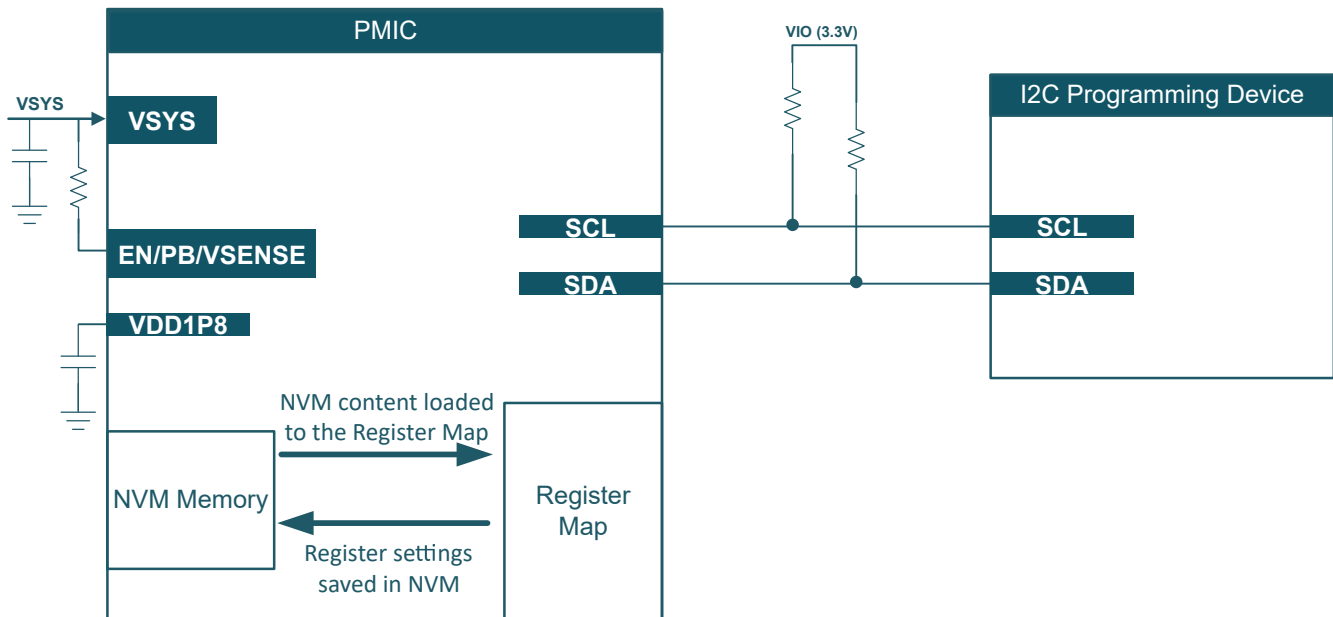

図 2-1. NVM プログラミングのハードウェア・セットアップ
PMIC には、レジスタ・マップ空間と NVM 空間の 2 つのメモリ空間があります。NVM の再プログラミングを行うには、まずシリアル・インターフェイス (I2C) を介してレジスタ・マップに書き込み、次にレジスタ設定を NVM に保存します。構成には、最初にレギュレータとデジタル・ピンを制御するレジスタ・マップへの書き込みが含まれるため、依存関係がないか、PMIC リソースを使用する必要があります。たとえば、NVM の再プログラミング時に PMIC 電源リソースの 1 つを使用する代わりに、外部電源を使用して I2C ピンのプルアップ抵抗を供給する必要があります。表 2-1 および図 2-1 に、PMIC とプログラミング・デバイスの間のハードウェア設定の最小ハードウェア要件を示します。
- **量産ライン:** デバイスを最終的な PCB に半田付けする前に、図 2-1 に従って量産ラインで PMIC NVM を再プログラムすることもできます。